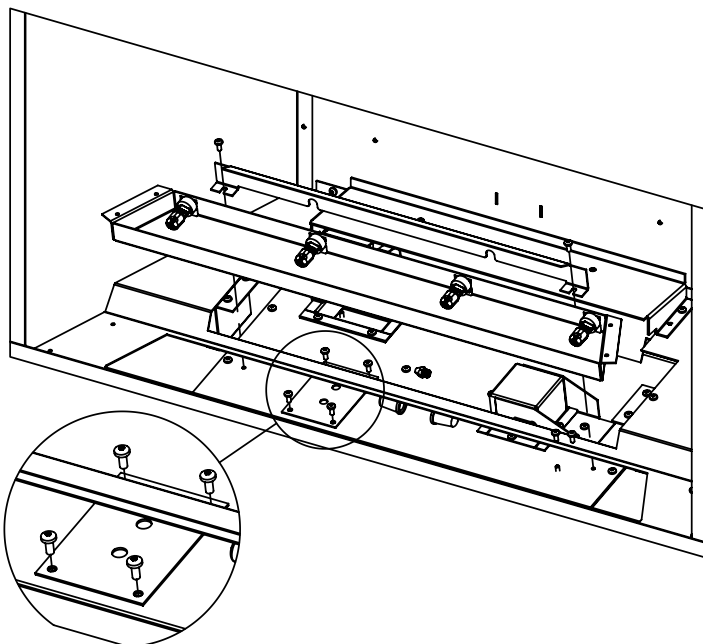

Figure 23: Retrait de la plaque métallique
5. Retirez le couvercle du fil, puis soulevez le plateau lumineux pour révéler la plaque métallique, retirez les quatre (4) vis T-20 et faites sortir les fils avec le plateau lumineux (voir Figure 23). Débranchez les connecteurs de fils pour les retirer complètement. Ne retirez jamais les marettes.